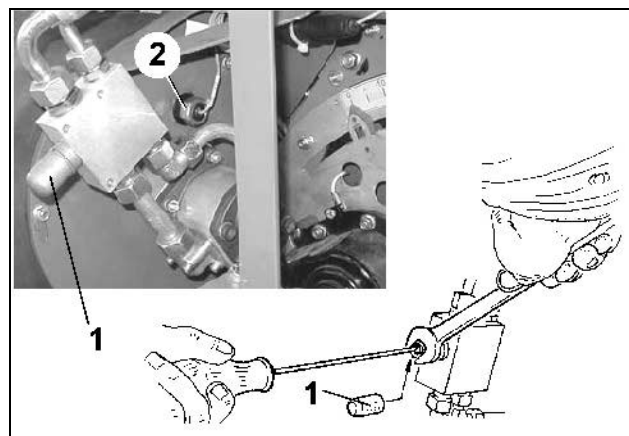

Рис. 95
Необходимую частоту вращения вентилятора Вы найдете в таблице (Таблица 5). Установите частоту вращения вентилятора при помощи клапана ограничения давления (Рис. 95/2) или регулирующего клапана трактора.
- Снимите защитный кожух (Рис. 95/1).